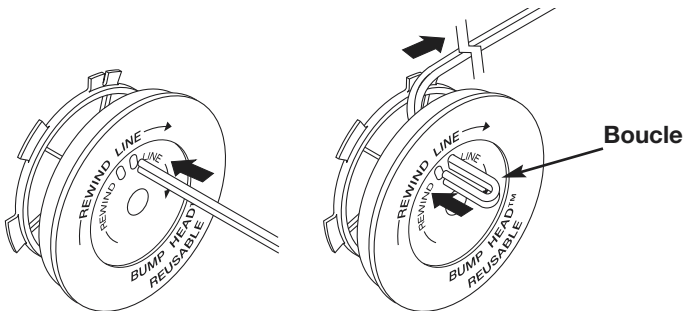

Fig. 20
8. Découpez environ 3,65 m (12 pi) de fil neuf. Insérez une extrémité de fil dans l'un des deux trous du moulinet intérieur (Fig. 20). Tirez le fil jusqu'à ne laisser que 10 cm (4 po) environ.
9. Insérez l'extrémité du fil dans le trou ouvert du moulinet et tirez sur le fil pour que la boucle soit le plus petit possible (Fig. 20).